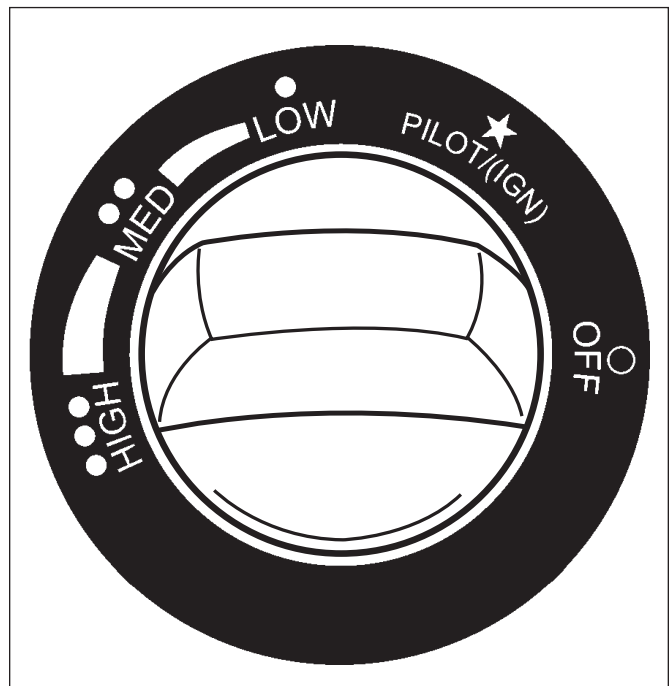

Figura 1
4. Presione y gire la perilla de control en sentido contra horario hasta la posición "PILOT" y manténgala presionada durante 15 segundos. Con la perilla de control presionada, gírela hasta la posición "OFF" y nuevamente hasta la posición "PILOT" para generar una chispa en el encendedor. (De ser necesario, repita esta operación hasta que se encienda el piloto). Siga presionando la perilla de control en la posición "PILOT" por 30 segundos (ver figura 1).